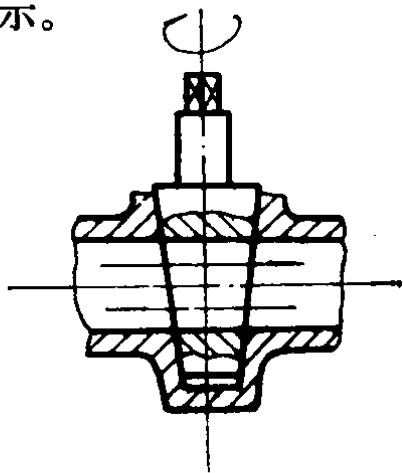

图 2-3 旋塞形结构
3. 旋塞形——关闭件是柱塞或球, 围绕本身的中心线旋转。如图 2-3 所示。